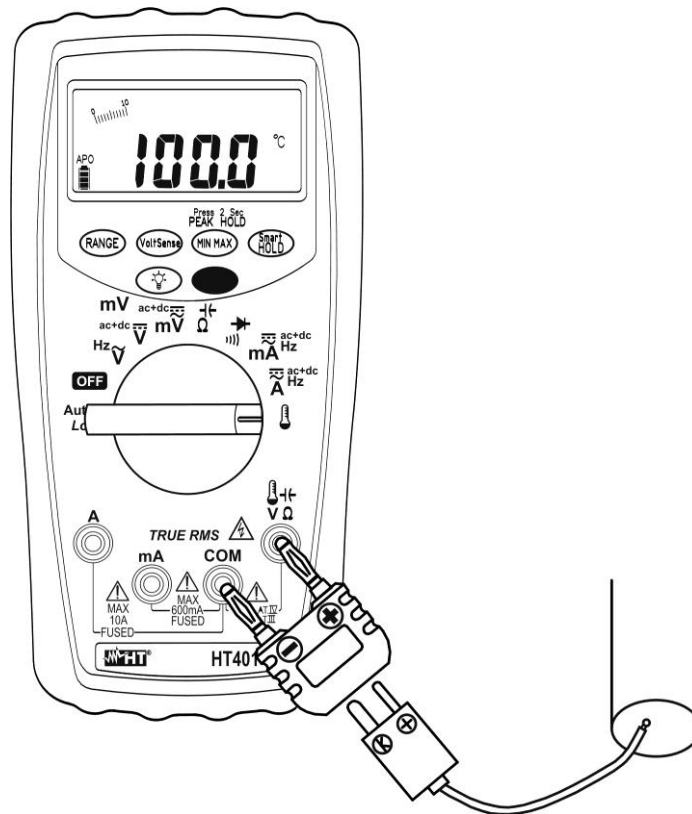

Fig. 10: Uso do instrumento para medição de Temperatura com sonda tipo K
3. Inserir o adaptador fornecido nos terminais de entrada $\text{V}\Omega$ e **COM** respeitando as cores vermelho e preto presentes no mesmo (ver Fig. 10)
4. Ligar a sonda tipo K fornecida ou uma das sondas opcionais (ver Fig. 10) ao instrumento através do adaptador respeitando as polaridades positiva e negativa presentes na ficha da sonda. O valor da temperatura é mostrado no display